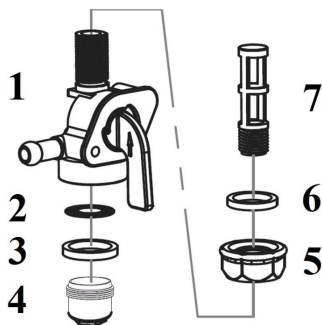

Рис. 18 Устройство топливного крана
4. Ослабьте на 1 оборот затяжку контргайки 5, после чего выкрутите из топливного бака топливный кран в сборе (Рис. 18).
6. Извлеките из корпуса 1 топливного крана уплотнительное кольцо 3 и элемент 2 фильтрующий сетчатый плоский (Рис. 18).
7. Выкрутите из корпуса топливного крана элемент 7 фильтрующий сетчатый трубчатый (Рис. 18).